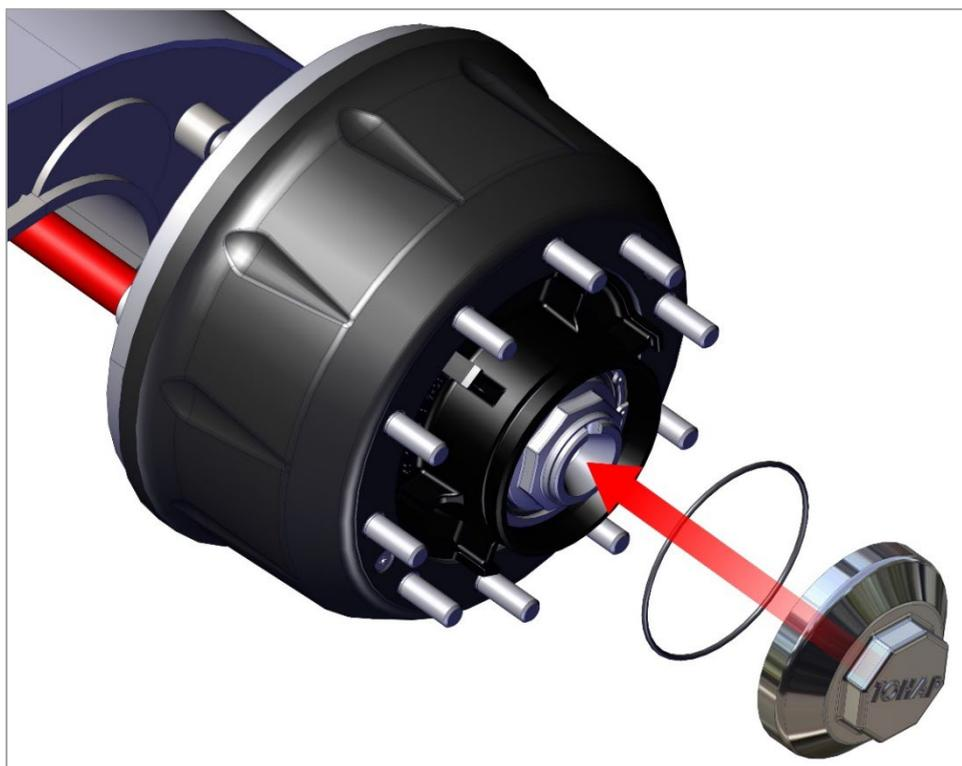

Рис. 14.2. Монтаж крышки ступицы колеса с резиновым уплотнительным кольцом.
3) Установите крышку ступицы колеса с резиновым уплотнительным кольцом (рис. 14.2).